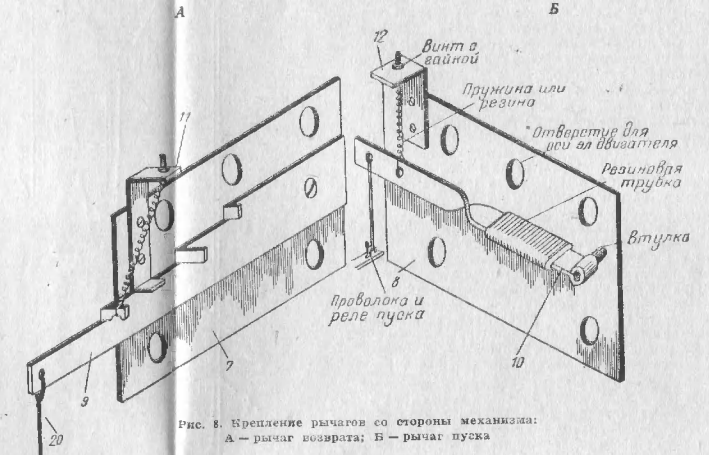

Рис. 8. Крепление рычагов со стороны механизма:
**Сборка электросекундомера.** Сборка начинается с укрепления рычагов. Рычаг возврата 9 крепится на передней стенке 7 при помощи винта с гайкой и контргайкой. Для лучшего хода между рычагом и гайкой на винт обязательно надевается шайба. В левом верхнем углу стенки на двух винтах (рис. 8) устанавливаются угольники 11 для оттягивающей пружины этого рычага.